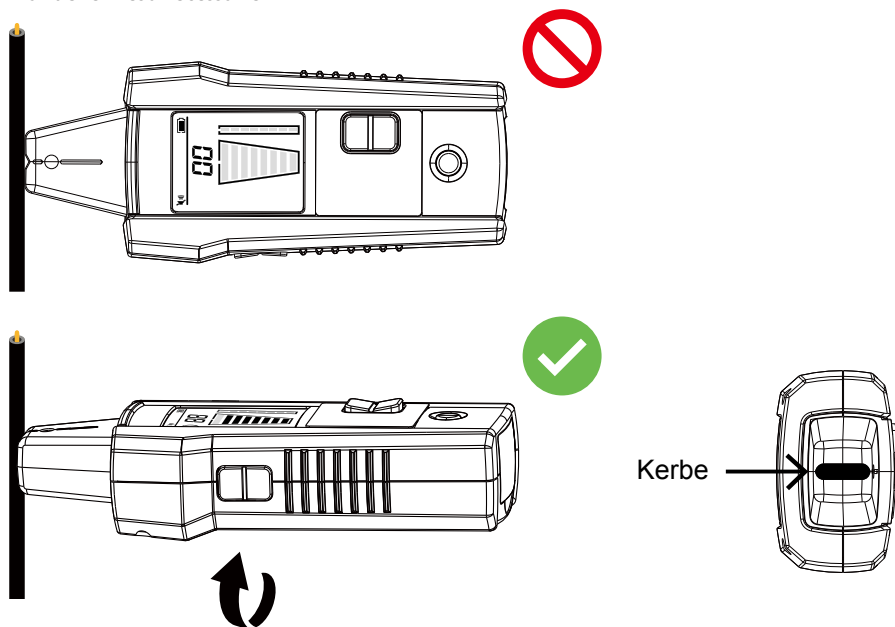

Figure 3.1e : Aligner la rainure du capteur de pointe
3. Pour de meilleurs résultats lors du traçage de fils sous tension, alignez la rainure sur le capteur de pointe avec la direction du fil comme indiqué dans la Figure 3.1e. Le signal peut ne pas être détecté si elle n'est pas alignée correctement. Pour vérifier la direction du fil, tournez de temps en temps le récepteur de 90 degrés. L'intensité du signal sera la plus élevée si le fil est aligné avec la rainure du capteur de pointe.